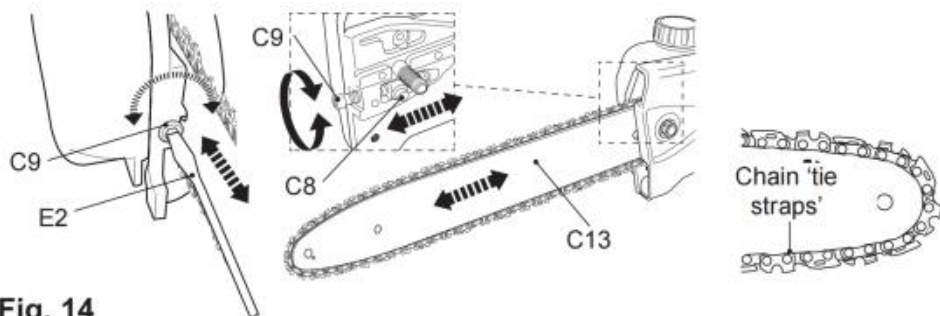

Fig. 14
3) Atornille el tornillo tensor (C9) en sentido horario o antihorario para ajustar el pasador tensor (C8)/barra guía (C13) hasta que las 'correas de amarre' de la cadena apenas toquen el borde inferior de la barra guía (Fig. 14). .